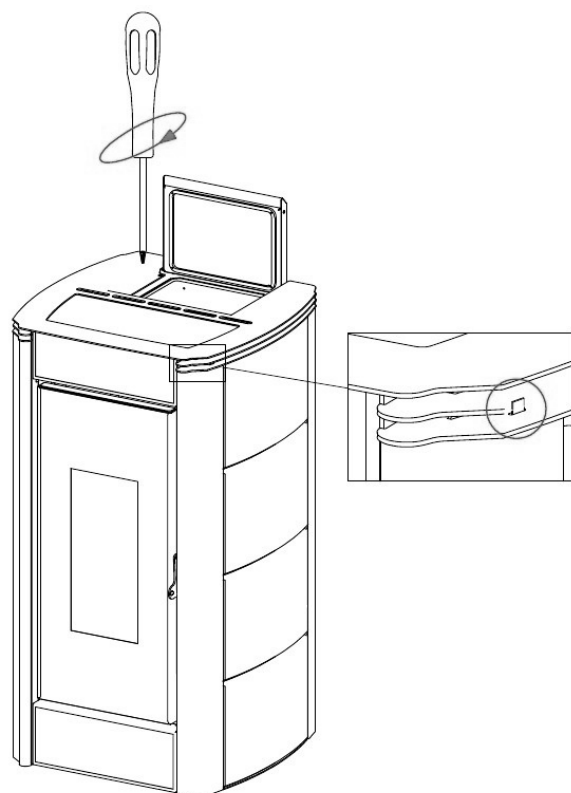

Fig. 36 - Het deksel plaatsen
- Het deksel opnieuw op de tanden plaatsen (zie **Fig. 36**).